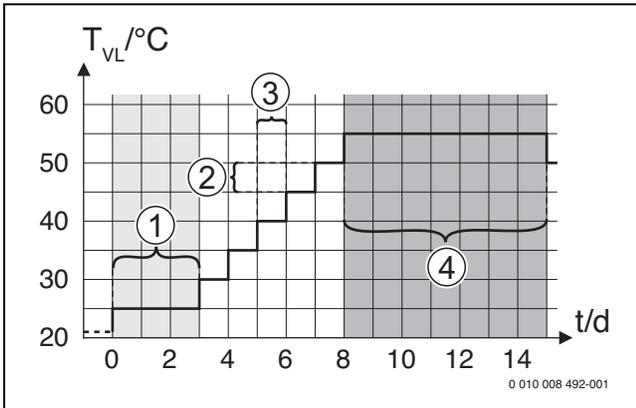
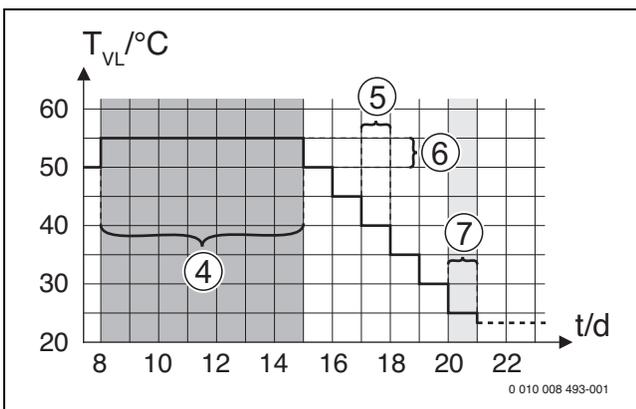

Bild 7 Ablauf der Estrichrocknung mit den Grundeinstellungen in der Aufheizphase
Bild 8 Ablauf der Estrichrocknung mit den Grundeinstellungen in der Abkühlphase
Wartezeit bevor Start	Phase überspr.: Das Estrichrocknungsprogramm startet sofort für die ausgewählten Heizkreise. 1 ... 50 Tage: Das Estrichrocknungsprogramm startet nach der eingestellten Wartezeit. Die ausgewählten Heizkreise sind während der Wartezeit ausgeschaltet, der Frostschutz ist aktiv (→ Bild 7, Zeit vor Tag 0).
Startphase Dauer	Phase überspr.: Es findet keine Startphase statt. 1 ... 3 ... 30 Tage: Einstellung für den zeitlichen Abstand zwischen Beginn der Startphase und der nächsten Phase (→ Bild 7, [1]).
Startphase Temperatur	20 ... 25 ... 55 °C: Vorlauftemperatur während der Startphase (→ Bild 7, [1]).
Aufheizphase Schrittweite	Phase überspr.: Es findet keine Aufheizphase statt. 1 ... 10 Tage: Einstellung für den zeitlichen Abstand zwischen den Stufen (Schrittweite) in der Aufheizphase (→ Bild 7, [3]).
Temperatur-Differenz in Aufheizphase	1 ... 5 ... 35 K: Temperaturdifferenz zwischen den Stufen in der Aufheizphase (→ Bild 7, [2]).
Haltephase Dauer	1 ... 7 ... 99 Tage: Zeitlicher Abstand zwischen Beginn der Haltephase (Haltedauer der Maximaltemperatur bei der Estrichrocknung) und der nächsten Phase (→ Bild 7, [4]).
Haltephase Temperatur	20 ... 55 °C: Vorlauftemperatur während der Haltephase (Maximaltemperatur, → Bild 7, [4]).
Abkühlphase Schrittweite	Phase überspr.: Es findet keine Abkühlphase statt. 1 ... 10 Tage: Einstellung des zeitlichen Abstandes zwischen den Stufen (Schrittweite) in der Abkühlphase (→ Bild 8, [5]).
Temperatur-Differenz in Abkühlphase	1 ... 5 ... 35 K: Temperaturdifferenz zwischen den Stufen in der Abkühlphase (→ Bild 8, [6]).
Endphase Dauer	Phase überspr.: Es findet keine Endphase statt. Dauerhaft: Für die Endphase ist kein Endzeitpunkt festgelegt. 1 ... 30 Tage: Einstellung des zeitlichen Abstandes zwischen Beginn der Endphase (letzten Temperaturstufe) und Ende des Estrichrocknungsprogramms (→ Bild 8, [7]).
Endphase Temperatur	20 ... 25 ... 55 °C: Vorlauftemperatur während der Endphase (→ Bild 8, [7]).
**Legende zu Bild 7 und Bild 8:**